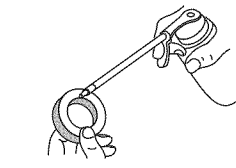

Fig. 24
- Appliquez suffisamment d'huile propre SAE 30 pour enduire légèrement le filtre (Fig. 24).